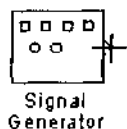

图 6-12
(2) 按下鼠标按钮,这时鼠标指针变成十字型,如图 6-12 所示。